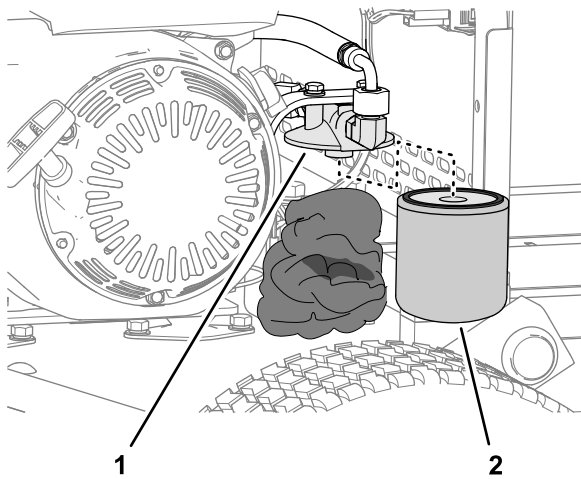

図 37
2. 油圧フィルタの下にウェスを詰める 図 37。
3. 注意深く油圧フィルタを外す 図 37。
5. 新しい油圧フィルタをフィルタヘッドに取り付ける 図 37ガスケットがフィルタヘッドに当たるまで手で回し、そこからさらに 3/4 回転締め付ける。